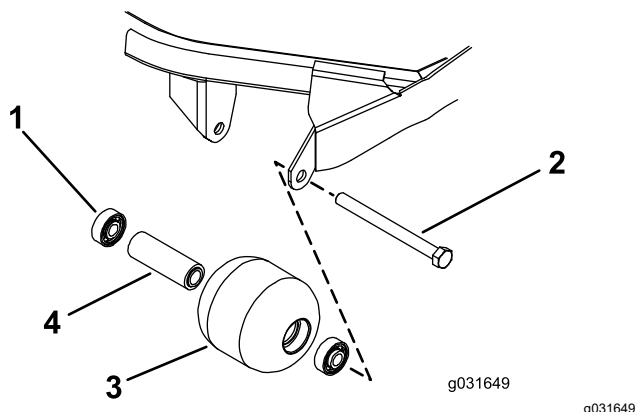

Figura 73
1. Îndepărtați urubul de montare a rolei (Figura 73).
4. Inspectați carcasa rolei, lagărul i distanțierul lagărului pentru a observa dacă sunt deteriorate (Figura 73).
1. Apăsând doar pe calea de rulare exterioară sau în mod egal pe calea de rulare interioară i cea exterioară, apăsați primul rulment în carcasa rolei (Figura 73).
2. Introduceți distanțierul (Figura 73).
3. Apăsând doar pe calea de rulare exterioară sau în mod egal pe calea de rulare interioară i cea exterioară, apăsați cel de-al doilea rulment în carcasa rolei până când intră în contact cu distanțierul (Figura 73).